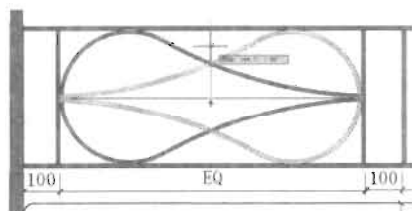

图 5-93
(7) 捕捉图形的起点和端点绘制一条辅助线, 然后单击“修改”工具栏中的“镜像”按钮, 捕捉辅助线的中点垂直镜像复制图形, 如图 5-93 所示。